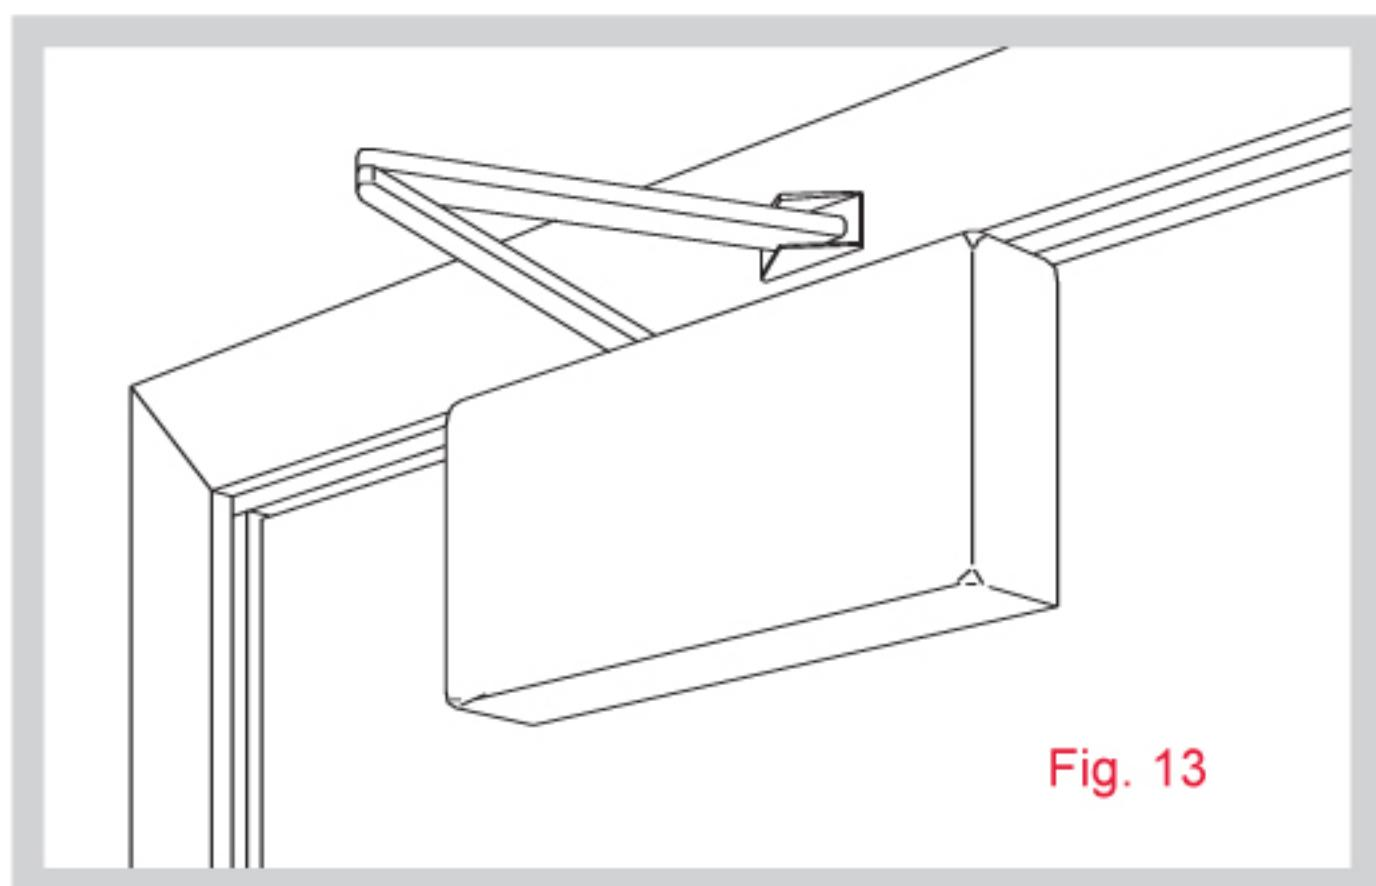

Fig. 13
- 1 Posicione el refuerzo del cerrador mecanico regular en la parte del cabezal donde la zapata del cerrador de puerta va a ser instalada. (Fig. 13 & 14).